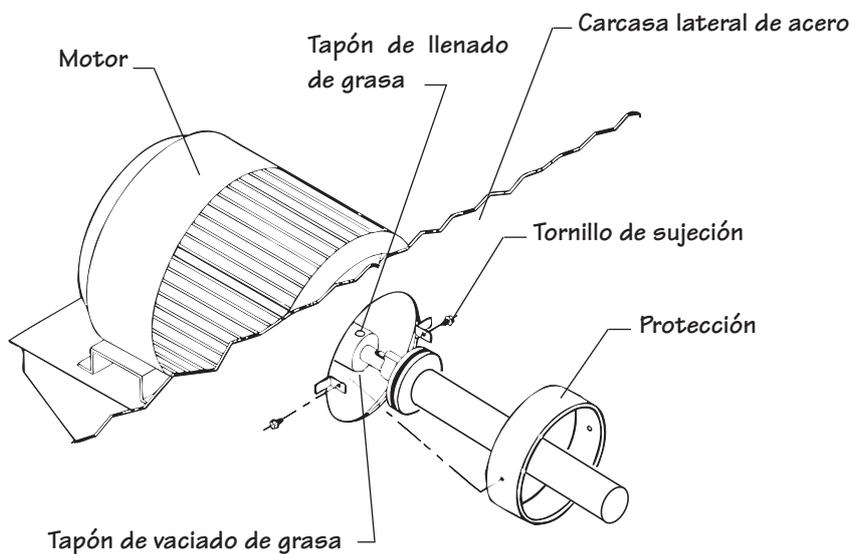

Figura 4
1. Retire la protección como se muestra en la **Figura 4**. El rodamiento del motor del extremo opuesto es accesible desde el exterior de la torre.